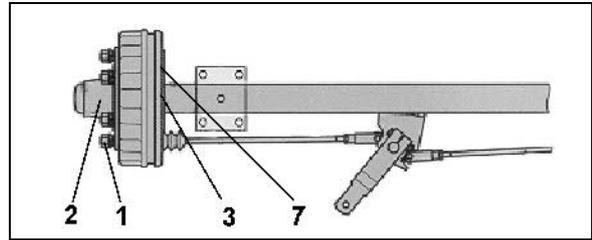

Рис. 93
- **Рис. 93:** Стандартная ось с разжимным рычажным тормозом